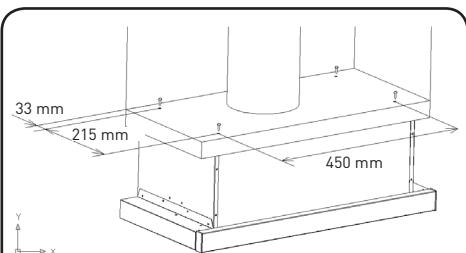

Figura 5
- Instale la campana extractora fijándola a la parte inferior del módulo en cuestión utilizando los 4 tornillos suministrados. (Figura 5)